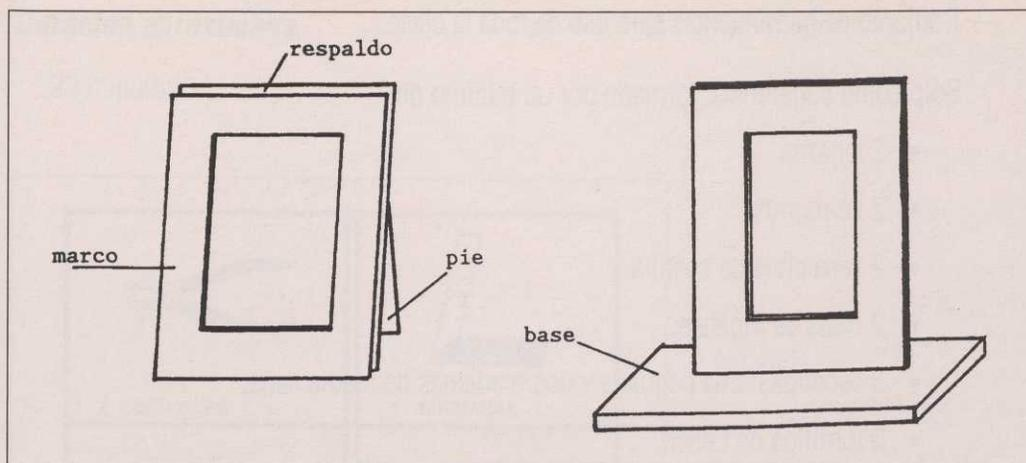

Figura 10: Elementos de un portafotos.
- Posteriormente, se enumeran los elementos o piezas que suelen tener estos objetos, llegando a realizar en la pizarra unos dibujos similares a los de la *figura 10*.